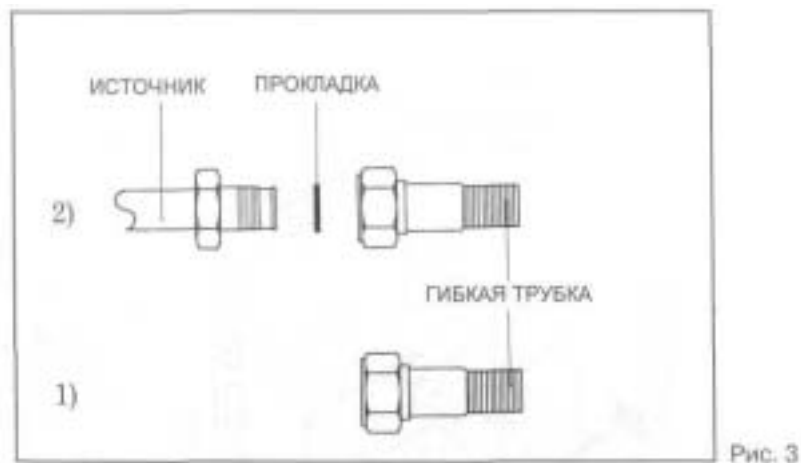

Рис. 3
- 2) соединение с прокладкой (алюминий, медь, специальная резина) (см. рис. 3).